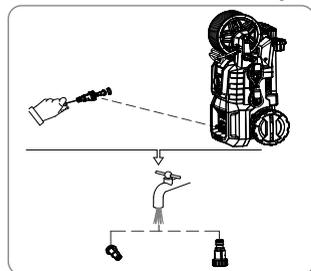

Fig. 18
1. Nettoyage du filtre d'entrée d'eau (fig. 18)